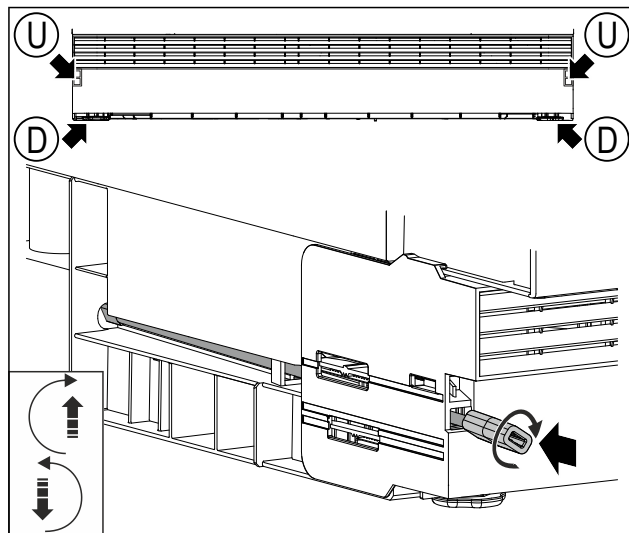

Fig. 22 Reprezentare exemplificatoare
- ▶ Introduceți bara cu piesa adaptatoare în deschizătura Fig. 22 (U).